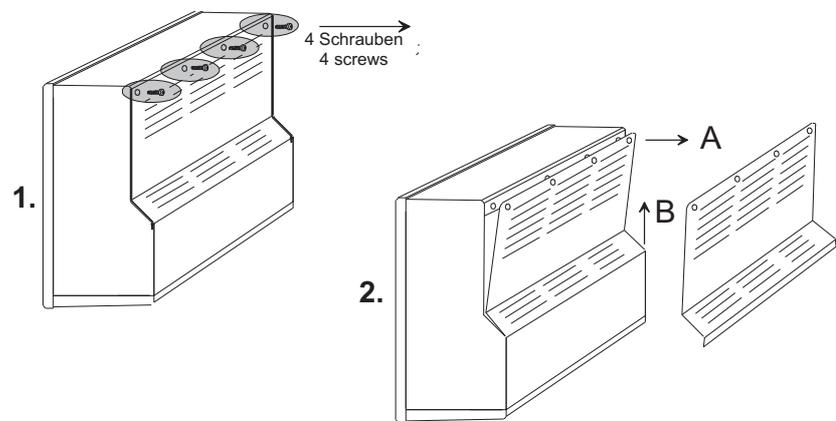

Bild D 8-1: Entfernen der Abdeckung auf der Rückseite
3. Lösen Sie die vier Befestigungsschrauben auf der Geräterückseite und entfernen Sie das Abdeckblech (Bild D 8-1).